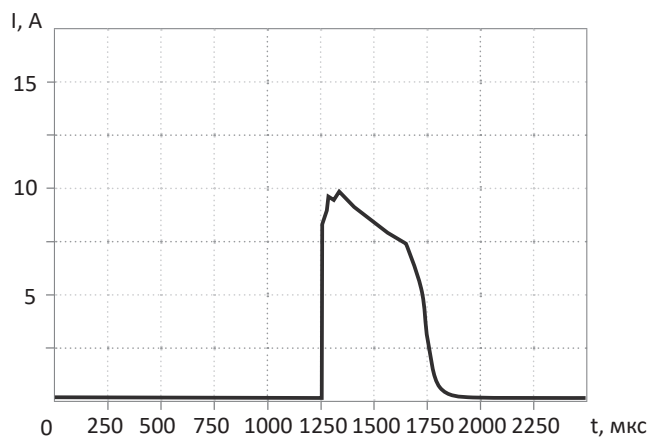

Рис. 2. Форма пускового тока драйверов «SY-LIGHTING» 250 Вт
* График пускового тока представлен на рис. 2